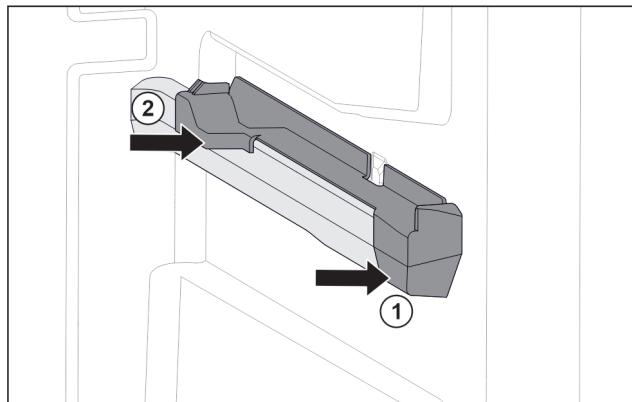

Fig. 79 Násuvný diel na pravom rebre nádoby
- Nasadte násuvný diel vpriedu na rebro nádoby. Fig. 79 (1)
- Pritlačte násuvný diel vzadu. Fig. 79 (2)